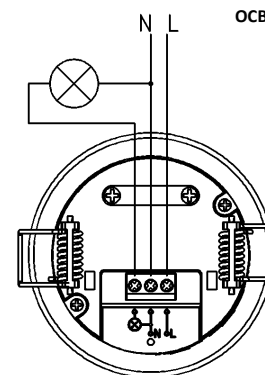

Рис.2
- Несоответствие параметрам питающей сети, а также типу, мощности и схеме подключаемой нагрузки (см. таблицу «Технические характеристики» и электрическую схему подключения рис. 2), может привести к выходу датчика из строя и лишению гарантии.
- Датчик излучает и принимает высокочастотные электромагнитные волны 5,8 ГГц. По изменению в отраженных волнах датчик определяет движение объекта в контролируемой зоне. Если, например, в зону обнаружения датчика входит человек, первым делом датчик производит сравнение текущего значения внешней освещенности и выставленной в настройках датчика. Если она выше уставки датчика (рис.2) - датчик не включит нагрузку, если ниже - происходит включение нагрузки (светильников).
- Ослабьте винты на клеммах, а затем подключите нагрузку (светильники) к клеммам датчика согласно электрической схеме рис. 2